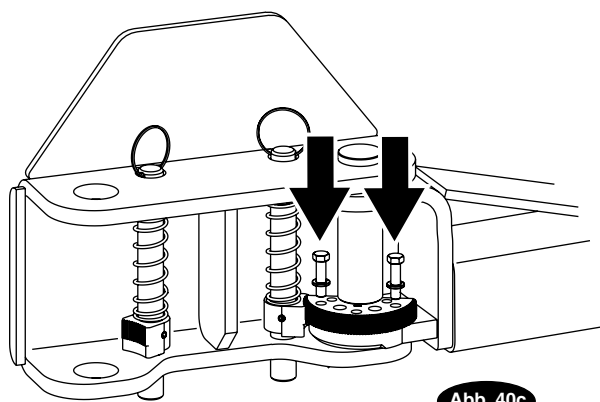

Abb. 40c
Dann die (2) 3/8"-16NC x 1-1/2" HHCS (insgesamt 8 für alle 4 Arme) und 3/8" Federringe in der Führung und im Arm montieren, aber nicht anziehen. Abb. 40c, Abb. 41 und Abb. 42 beachten.